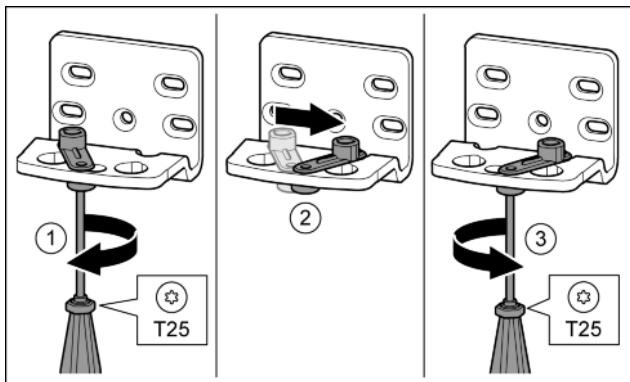

Fig. 15
- Отпустить винт отверткой T25. *Fig. 15 (1)*
- Приподнять фиксатор двери и, повернув на 90° вправо, вставить в отверстие. *Fig. 15 (2)*
- Затянуть винт отверткой T25. *Fig. 15 (3)*